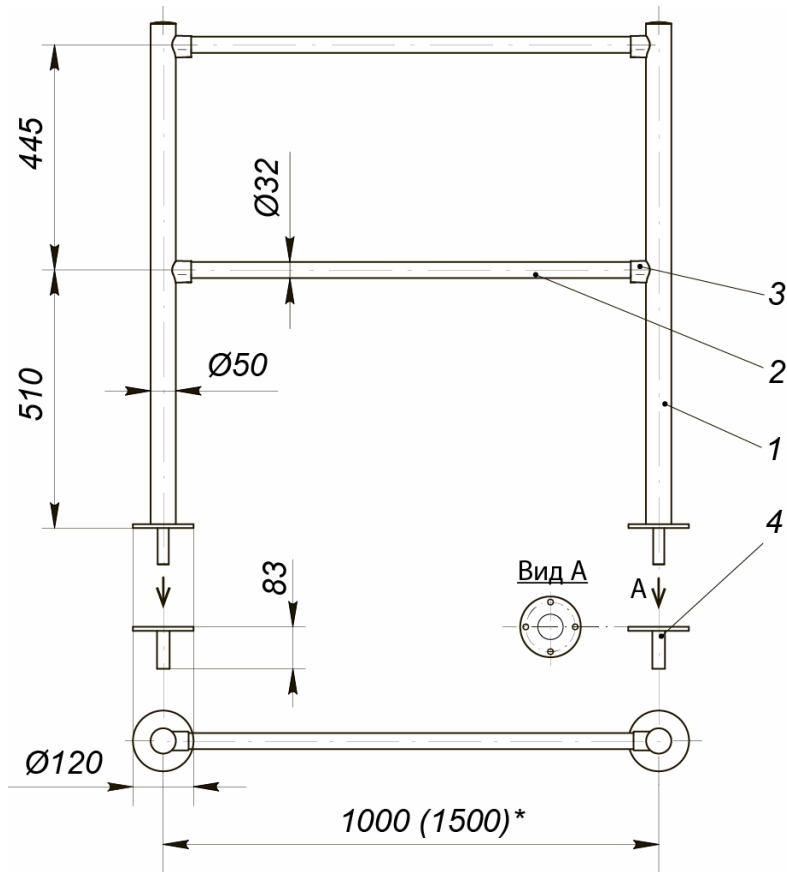
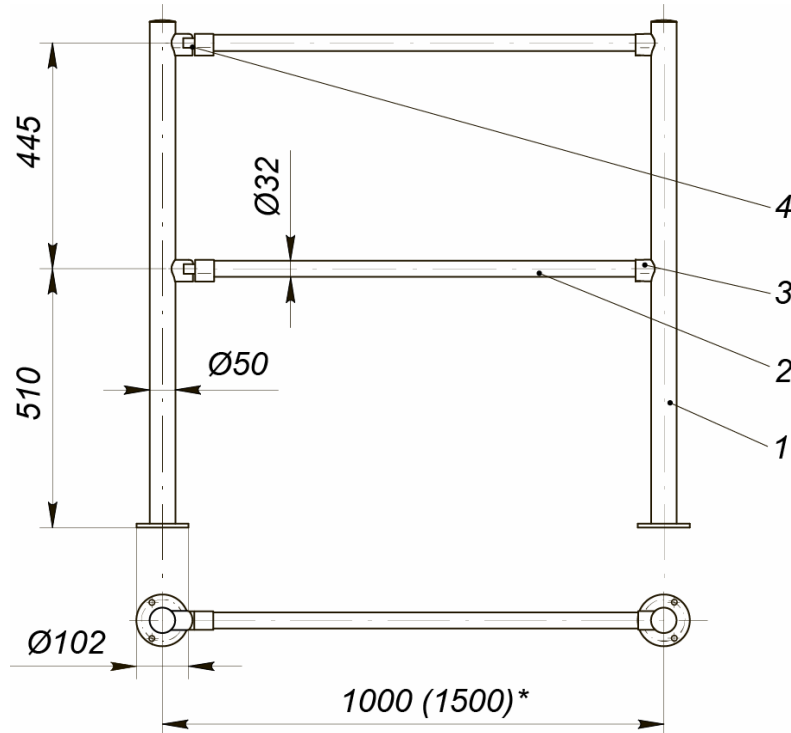

**Рисунок 1. Стационарная секция ограждения с заполнением1:**
**Рисунок 2. Стационарная секция ограждения без заполнения1:**
- **Стационарная секция ограждения** с заполнением (см. рис. 1) или без заполнения (см. рис. 2), предназначенная для ограничения зоны прохода или оформления интерьера. Заполнение может изготавливаться из тонированного стекла или полимерного материала.
1 Варианты исполнения см. табл. 2. Крепление заполнения секции аналогично, как на рис. 1.